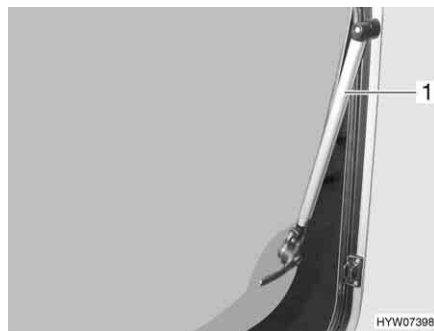

Bild 78 Ausstellfenster mit Automatik-Aussteller
- Das Ausstellfenster bis zur gewünschten Raststellung öffnen. Der Automatik-Aussteller (Bild 78,1) rastet selbstständig ein.